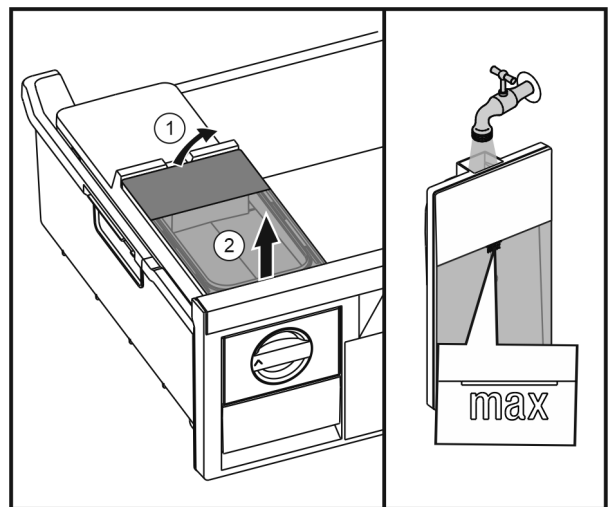

Fig. 29
- ▶ Waterreservoir van achter optillen Fig. 29 (1) en omhoog verwijderen Fig. 29 (2).